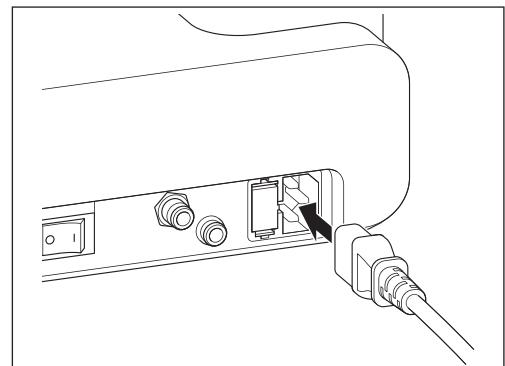

図1
- コントロールユニット背面にある電源接続ソケットへ電源コードの形状を合わせて挿し込みます（図1）。